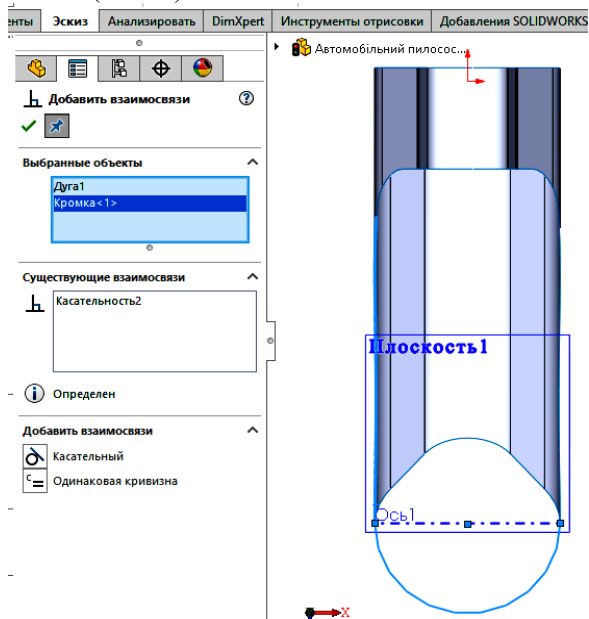

Рис.19. Побудова ескізу дуги
6. Будуємо на допоміжній площині ескіз дуги через три точки. Для повного визначення ескізу додаємо взаємозв'язок *Дотичність* між дугою та боковими кромками (Рис.19).